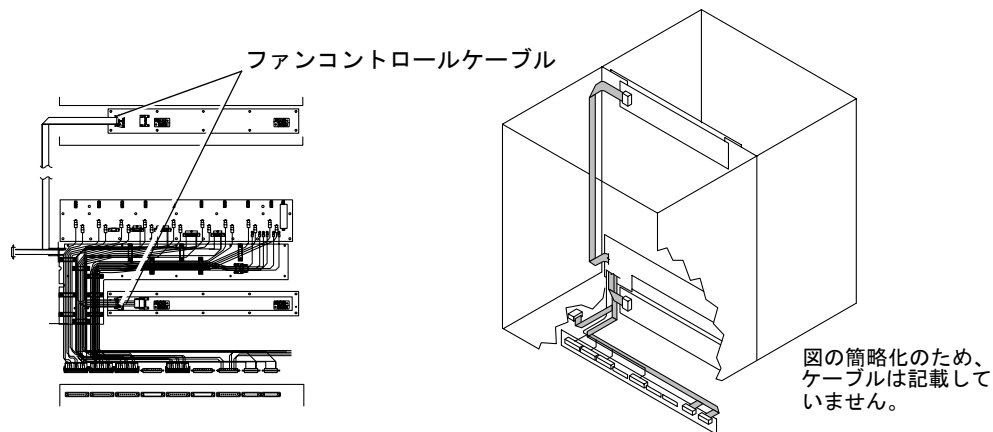

図 16-12 内部ケーブルハーネスセット
11. 上部および下部のカードガイドアセンブリから手を入れて、I2C ファンケーブルを 4 つのファンバックプレーンに固定している灰色のコネクタを取り外します (図 16-12)。